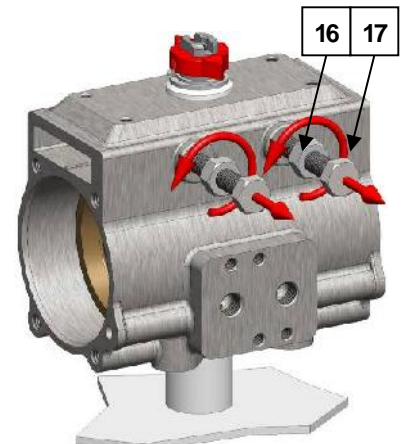

Fig.3
7. Allentare i dadi ( 16 ) e svitare completamente entrambe le viti ( 17 ) vedi Fig. 3 ;